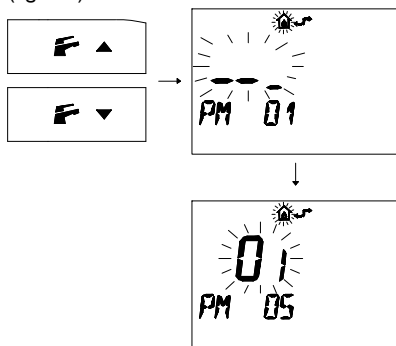

fig. 8.4
- 11 Premere i pulsanti o per visualizzare la programmazione "PM 05" Tipo di gas (fig. 8.4)